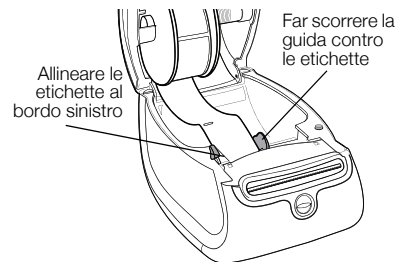

Figura 8
- Le etichette devono essere caricate con il lato sinistro contro il bordo sinistro della fessura di caricamento. Vedere la Figura 8.
- 7 Allineare il lato sinistro dell'etichetta con il bordo sinistro della fessura di caricamento e inserire l'etichetta nella fessura. Vedere la Figura 8.
- 8 Far scorrere la guida verso sinistra fino ad allinearla con il lato destro dell'etichetta. Vedere la Figura 8.